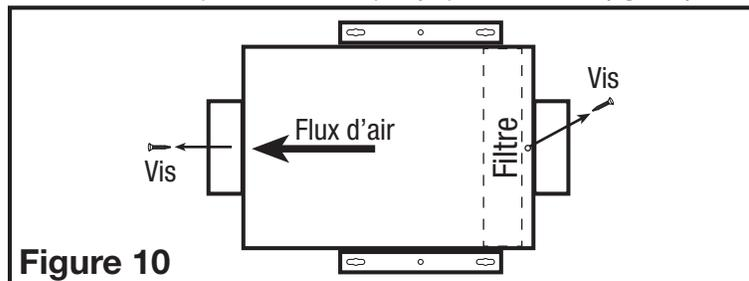

Figure 10
- Assurez-vous que le filtre est orienté dans le bon sens et faites glisser le filtre dans la fente du boîtier. Assurez-vous que le filtre est bien en place jusqu'au fond du boîtier (**Figure 10**).